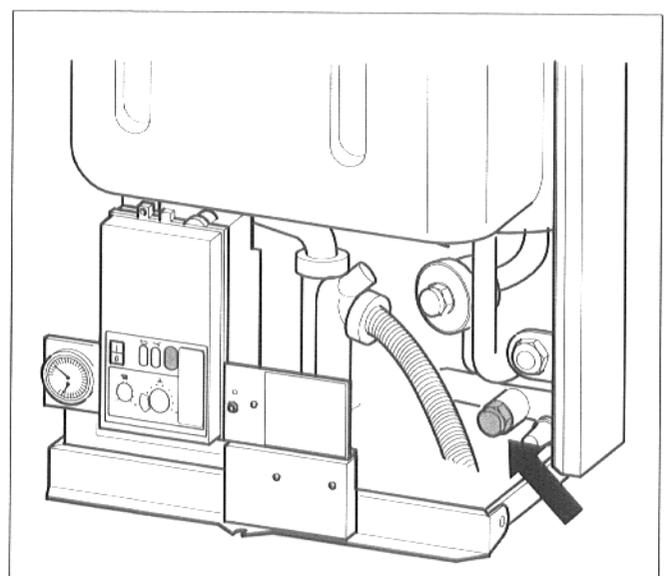

Abb. 9 Externes Ausdehnungsgefäß anschließen (GB112-19)
- Stopfen entfernen und externes Ausdehnungsgefäß anschließen (Abb. 9).